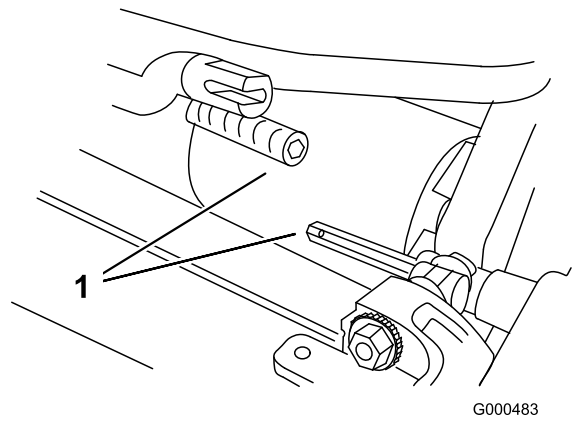

Figure 5
3. Poussez le plateau de coupe sous le groupe de déplacement puis vers la gauche pour engager l'accouplement de la transmission (Figure 5).